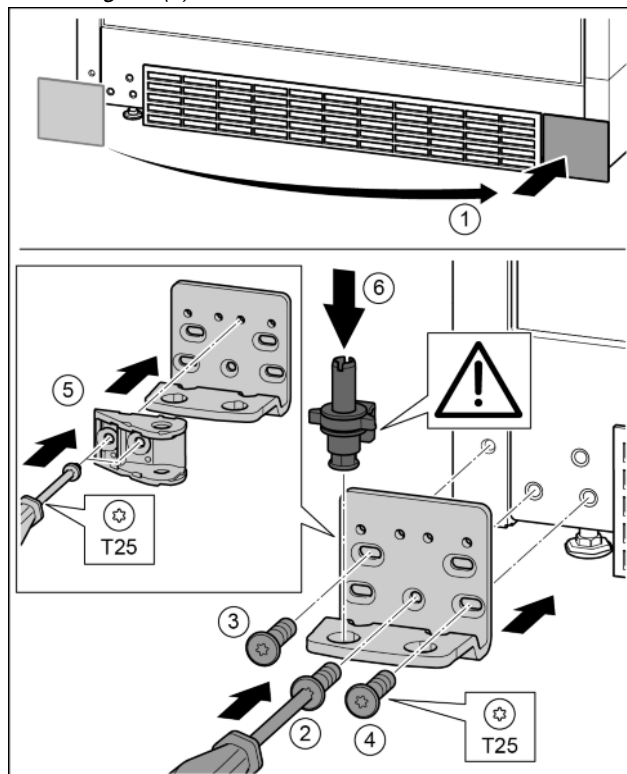

Fig. 36
- ▶ Снять крышку и поставить с другой стороны. Fig. 36 (1)
- ▶ Установить опорный кронштейн с другой стороны и прикрутить с помощью отвертки T25. Начинать с винта 2 в центре. Fig. 36 (2)
- ▶ Затянуть винты 3 и 4. Fig. 36 (3, 4)
- ▶ Повернуть соединительный элемент амортизатора закрывания дверей на 180°. Прикрутить с другой стороны опорного кронштейна с помощью отвертки T25. Fig. 36 (5)
- ▶ Снова установить опорный палец в сборе. При этом следить за тем, чтобы выступ фиксатора был направлен назад. Fig. 36 (6)